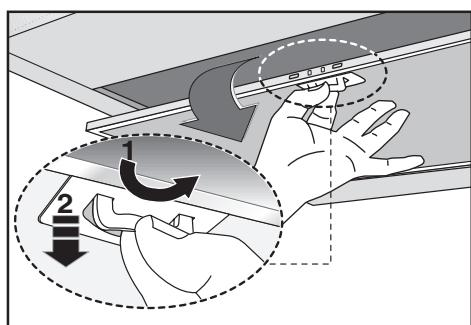

Fig.7
• La distanza minima fra la superficie di supporto dei recipienti di cottura sul dispositivo di cottura e la parte più bassa della cappa da cucina deve essere di almeno **65 cm**. Se dovesse essere usato un tubo di connessione composto di due o più parti, la parte superiore deve essere all'esterno di quella inferiore. Non collegare lo scarico della cappa ad un condotto in cui circoli aria calda o utilizzato per evacuare fumi degli apparecchi alimentati da un'energia diversa da quella elettrica. Prima di procedere alle operazioni di montaggio, per una più facile manovrabilità dell'apparecchio disinserirne i filtro/i antigrasso (Fig.7).